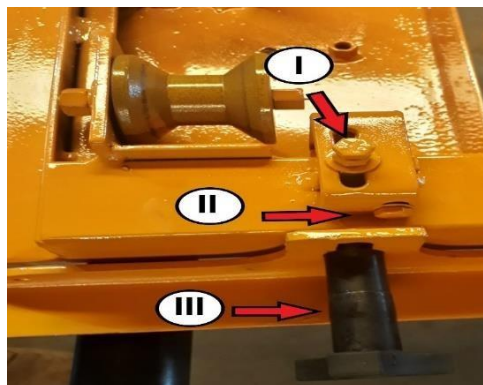

Figura 15 – Ajuste do paralelo móvel
Para a regulagem do paralelo da mesa móvel, é realizada através do sistema de regulagem, localizado na lateral do paralelo móvel, conforme a **Figura 15**.
1. Desaperte os parafusos de trava I da **Figura 15**;
2. Gire levemente o parafuso II da **Figura 15** no sentido anti-horário;
3. Aperte o parafuso de trava I da **Figura 15**;
1. Desaperte o parafuso de trava B da **Figura 15**;
2. Gire levemente o parafuso A da **Figura 15** no sentido horário;
3. Aperte o parafuso de trava B da **Figura 15**;